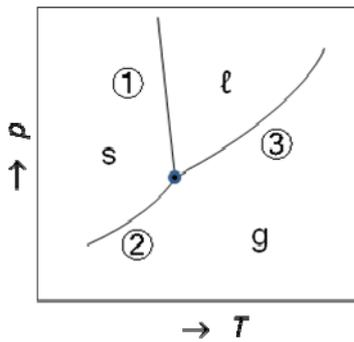

図2-1
ある物質の三重点近くの相図(図2-1)において，固相(s)，液相(ℓ)，気相(g)をわける3本の線分のうち，①は直線であり，その傾き(dp/dT)は，あるいはで表すことができる。また，②と③は曲線であるが，図2-1を図2-2，図2-3のように作図しなおしたところ，いずれも直線となった。